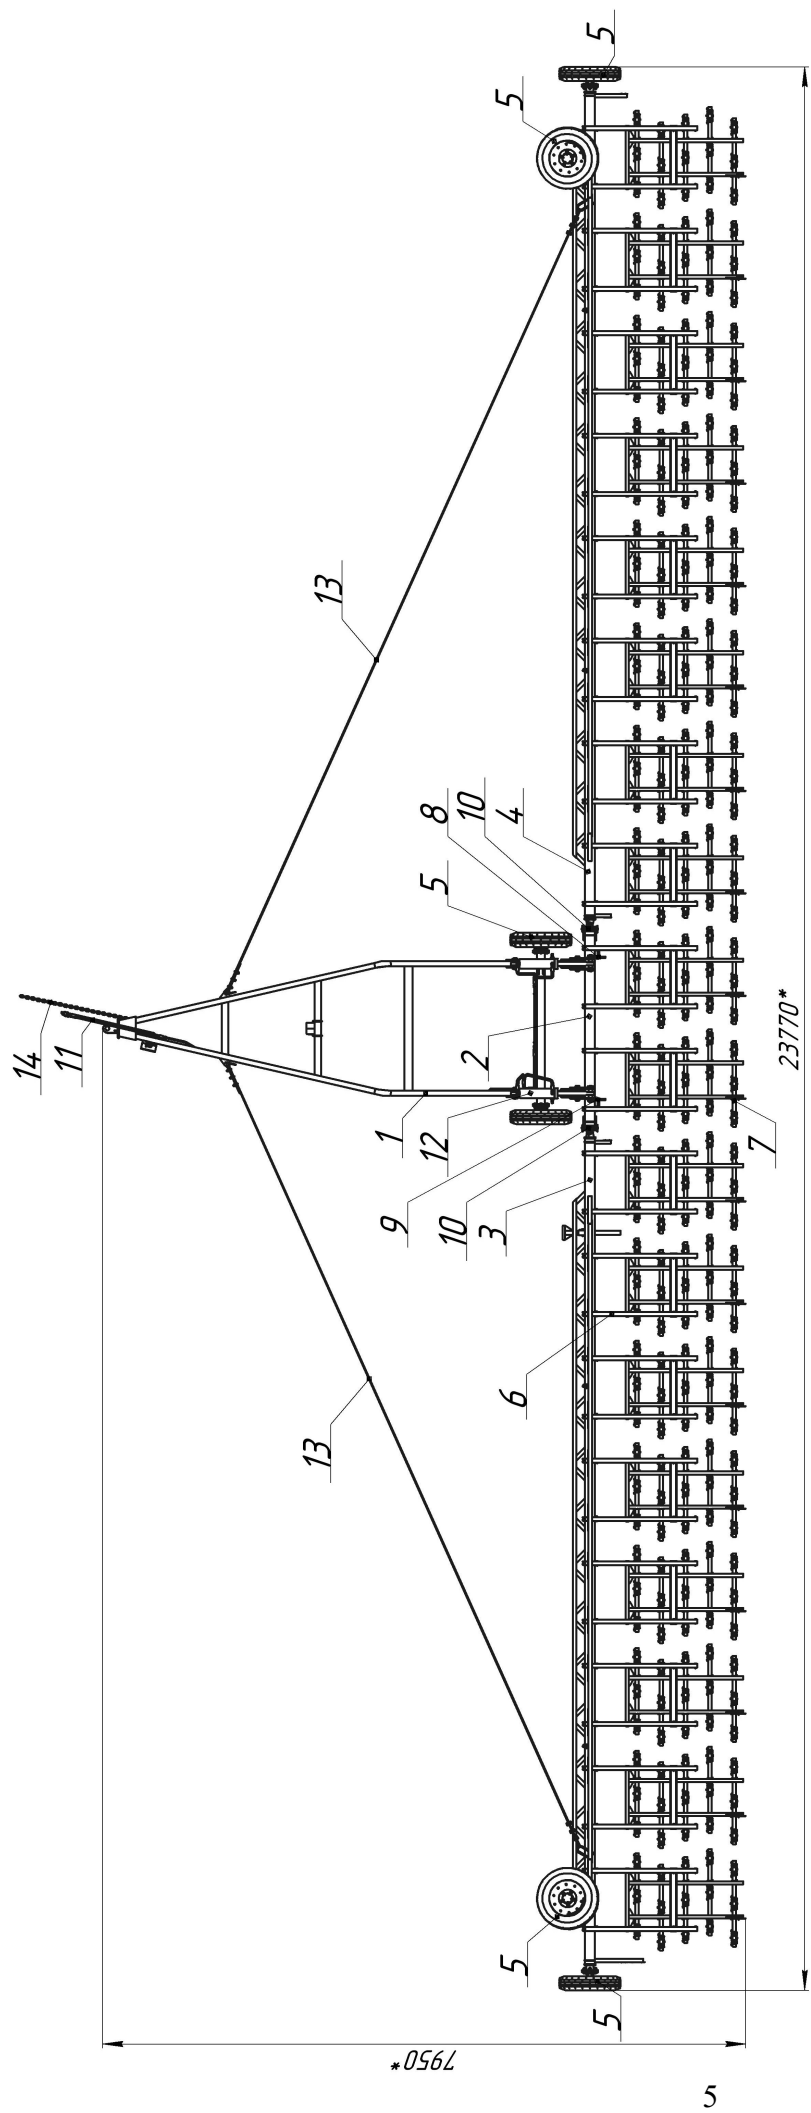

Рис.1 Борона в рабочем положении.
Борона пружинная гидрофицированная состоит из (см. Рис.1): прицепного устройства-1; балки центральной-2; балки левой-3 и правой-4; Термины "левая" и "правая" сторона определяются по ходу движения борона. Балка левая и правая соединены с центральной балкой с помощью крестовин-10. К левой и правой балкам крепятся колёса в сборе 5.
2.2.1 Прицепное устройство (см.рис.2) состоит из рамы-1; стойки-2; штыря-3, который служит для фиксирования строп натяжения; штыря-4, который служит для фиксирования стойки в транспортном положении борона; шплинта пружинного-5; чистика-6, гайки-7 для фиксации чистика; колеса в сборе-8. Впереди прицепного устройства установлена серьга. В задней части прицепного устройства установлены два гидроцилиндра двойного действия-12 (см.рис.1), соединенные осями с балкой центральной- 2 (см.рис. 1) и прицепным устройством. Прицепное устройство снабжено упорами противооткатными-9.
2.3.1. Борона имеет два возможных положения: рабочее и транспортное. В рабочем положении (рис.1) секции опущены на почву, боковые балки развернуты вдоль одной прямой перпендикулярно продольной оси прицепного устройства.